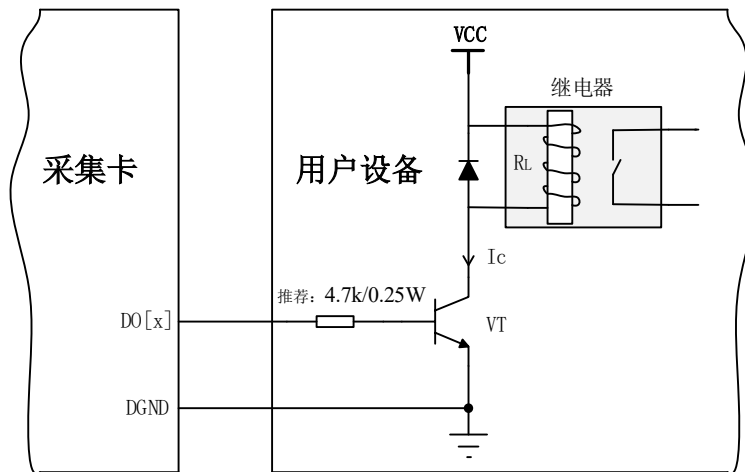

图 7-4-2 DO 数字量控制继电器电路
- 如果将 PFI 或 DIO 配置为输出状态，请了解连接到这些信号的负载的电流要求。不要超过设备指定的电流输出限制；本公司为需要高电流驱动的数字应用提供了多种解决方案，例如图 7-4-2 所示方案用以实现驱动 24V 继电器。
当用户需驱动高电压或大电流设备时（比如 24V 继电器），需要用户自行设计外围驱动电路，可使用三极管驱动方式，如图 7-4-2， $I_c \approx V_{CC}/R_L$ （ R_L 为继电器内阻），用户使用时一定要注意 I_c 要小于三极管 VT 的最大集电极电流。